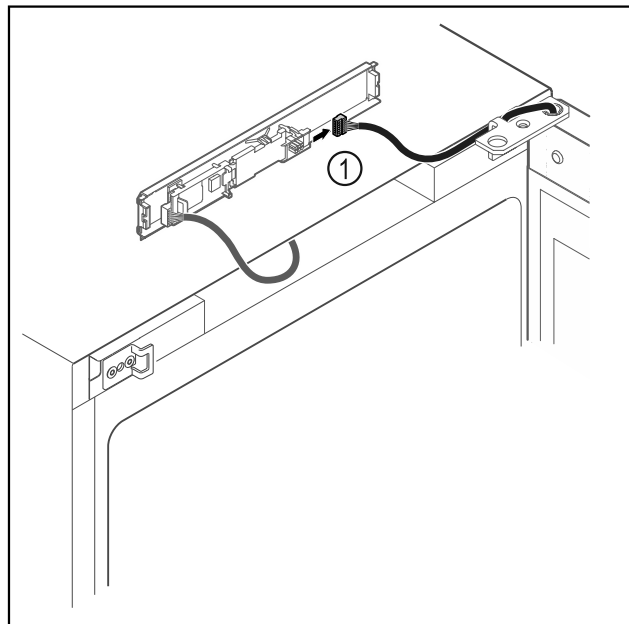

Fig. 20
- Shkëputni spinën Fig. 20 (1) nga qarku.